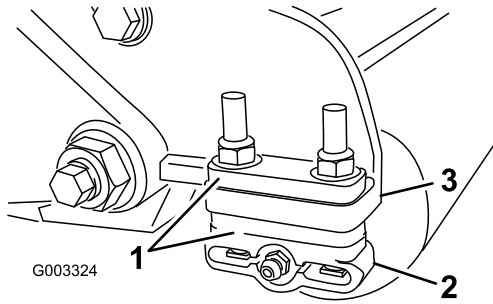

Figura 11
1. Regolate le staffe del rullo posteriore (**Figura 11**) in base all'altezza di taglio desiderata posizionando il numero di distanziali necessari
sotto la flangia di montaggio della piastra laterale (Figura 11) conformemente alla tabella delle altezze di taglio.